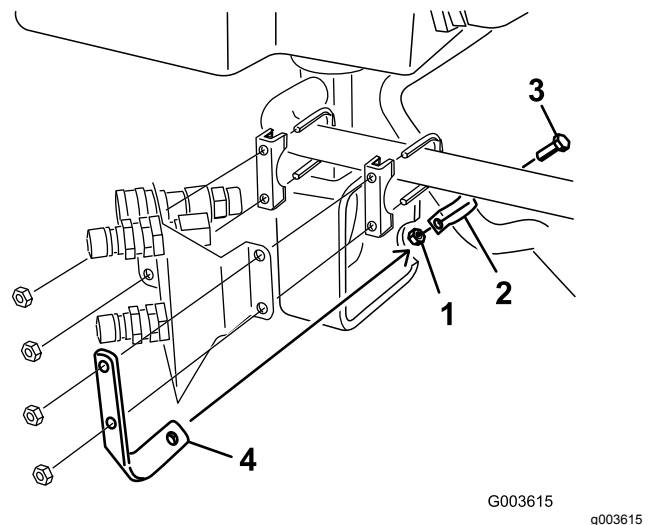

Bild 28
6. Befestigen Sie eine R-Klemme am großen Hydraulikschlauch, siehe Bild 28.
7. Befestigen Sie die R-Klemme mit einer Schraube (5/16" x 7/8") und einer Mutter (5/16") an der Befestigungshalterung, siehe Bild 28.